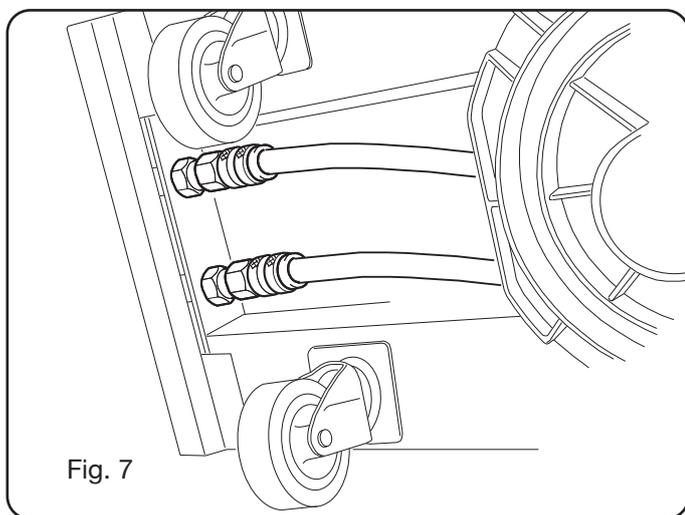

Fig. 7
- Les tuyaux du liquide de refroidissement doivent être connectés aux raccords rapides sous la base du dévidoir entraînement fil (voir Fig. 7), en respectant les couleurs indiquées sur la partie avant du dévidoir.